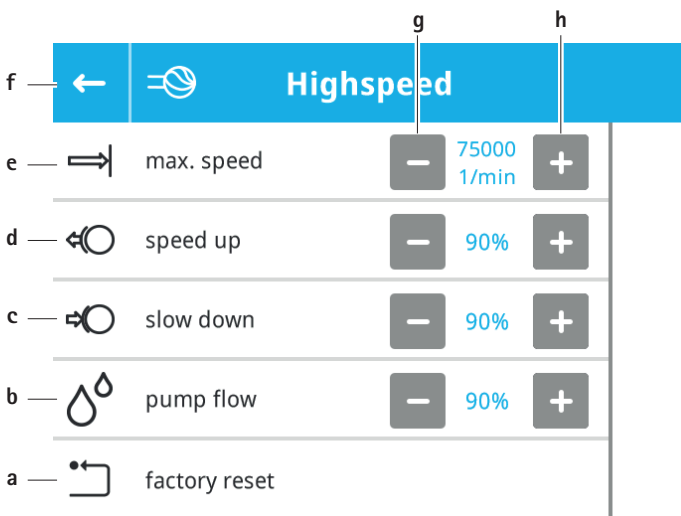

Fig. 11 Reglajele motorului – tipul de componentă aplicată selectată
- ▶ Afișarea/modificarea reglajelor motorului unui tip de componentă aplicată: Acțiunea tasta a tipului de componentă aplicată b. Submeniul tipului de componentă aplicată selectat se deschide, vezi Fig. 11.